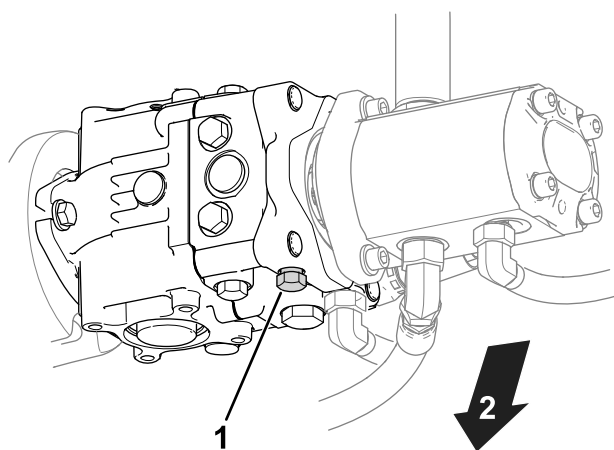

図 25
1. 油圧ポンプについているバイパスバルブを探し出す 図 25。